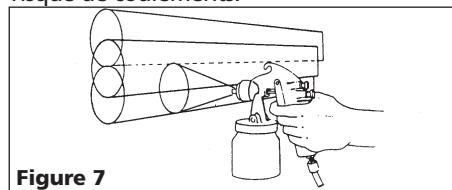

Figure 7
4. Chevaucher les coups juste assez pour obtenir une couche égale. (Voir Figure 7).